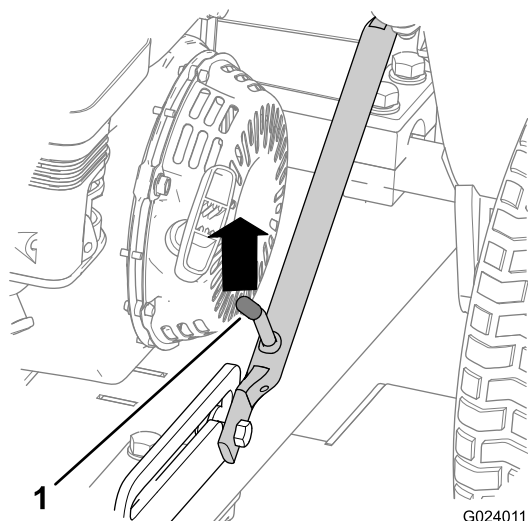
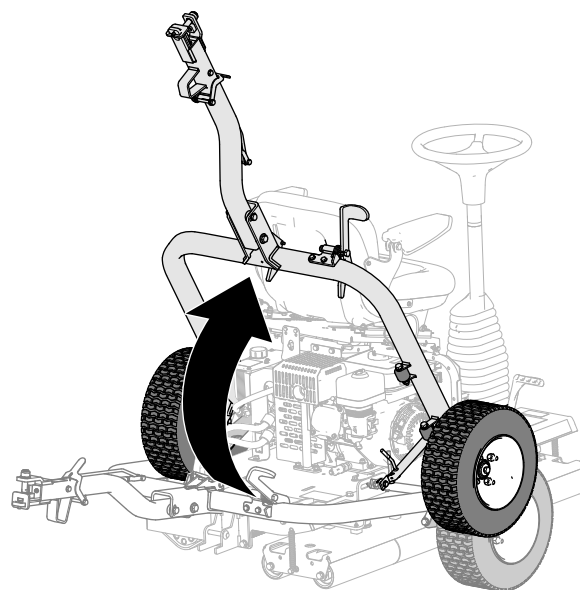

Figura 18
Figura 23
1. Empurre a estrutura de engate até desbloquear a alavanca de trinco do bloqueio de desliz (Figura 18).
5. Levante o engate (Figura 23) até a alavanca de trinco ficar bloqueada no bloqueio de deslize (Figura 18).